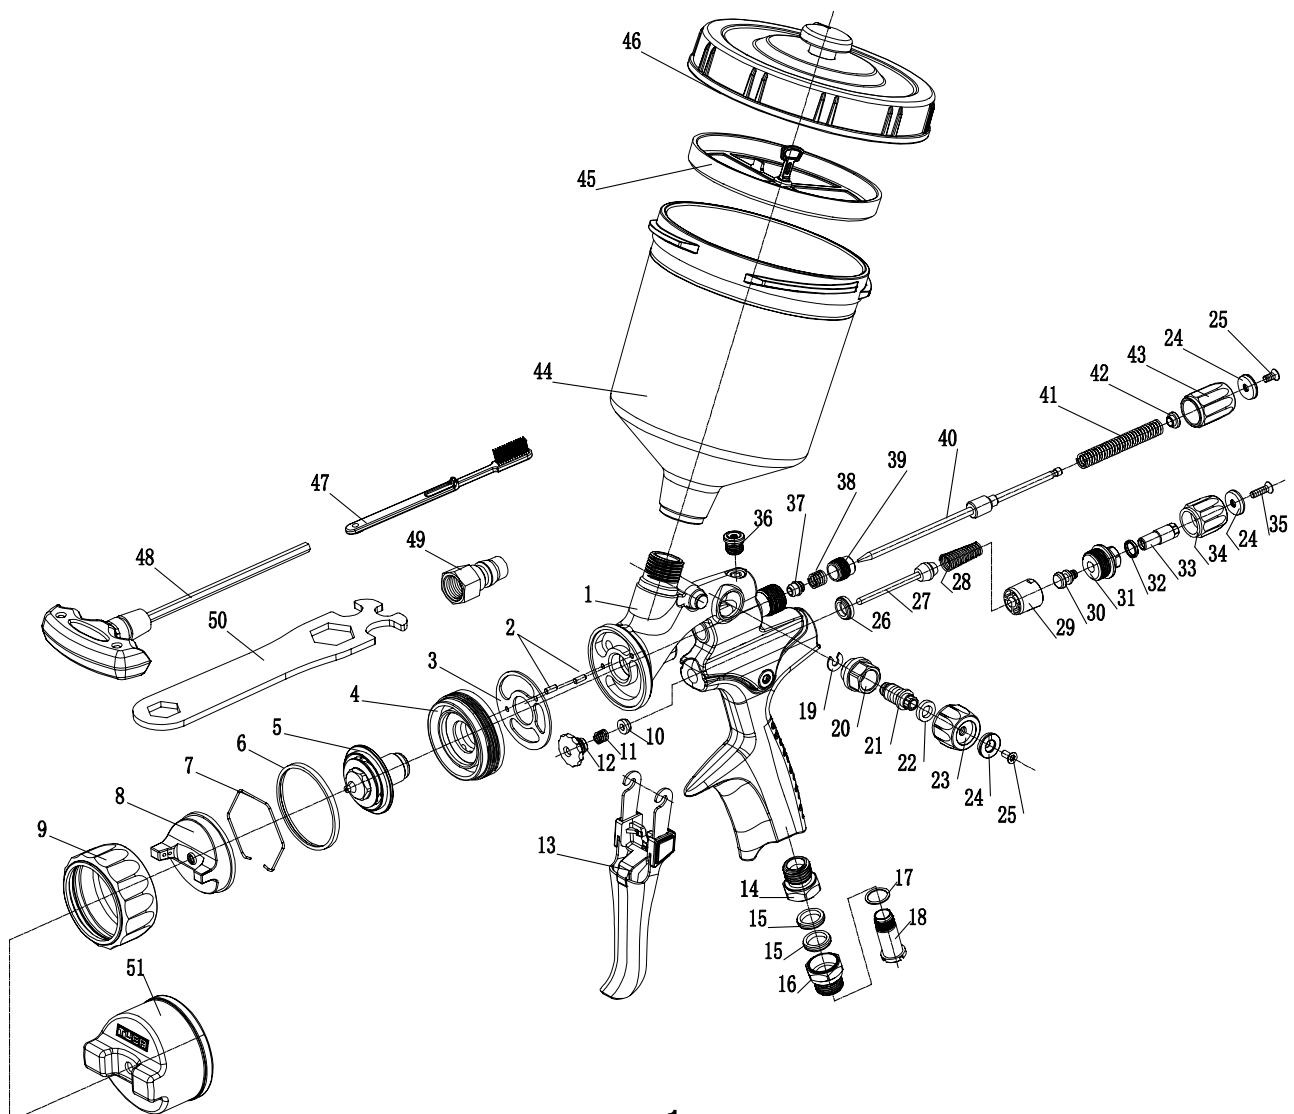

рис. 1
Детализировка окрасочного пистолета (рис. 1)
1. Убедитесь в том, что резьбовые соединения закручены с достаточным усилием. Дюзу (поз. 5, рис. 1) закрутите накидным ключом с достаточным усилием.
4. Установите сеточный фильтр в бачок (поз. 43, рис. 1).